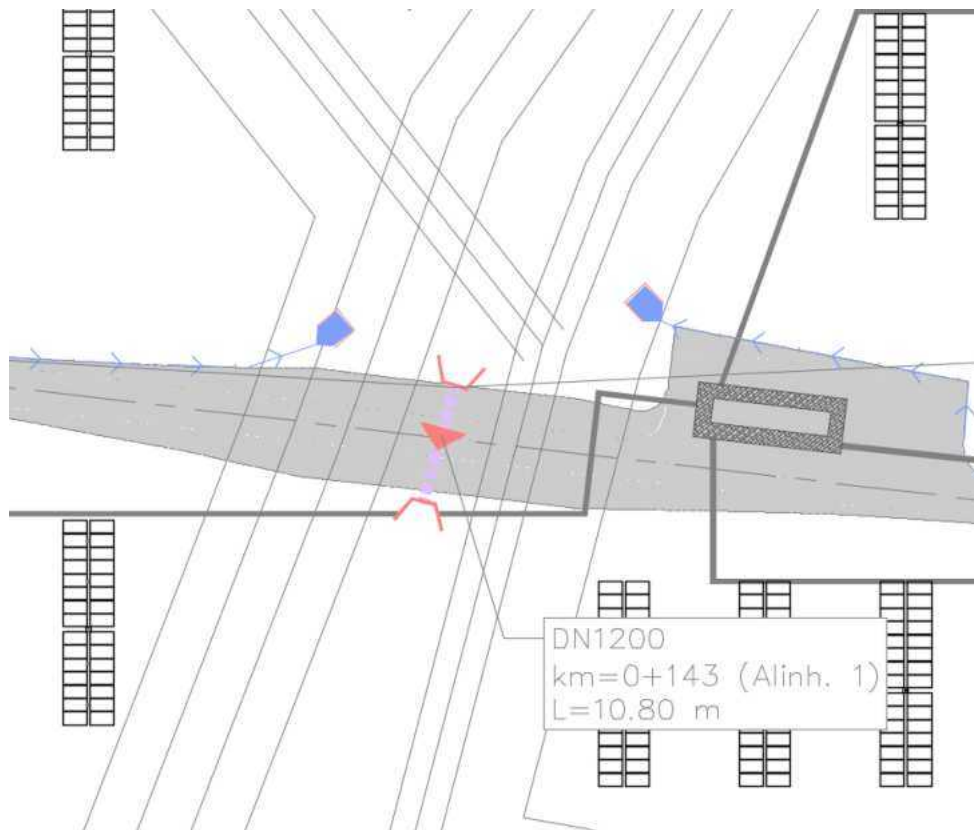
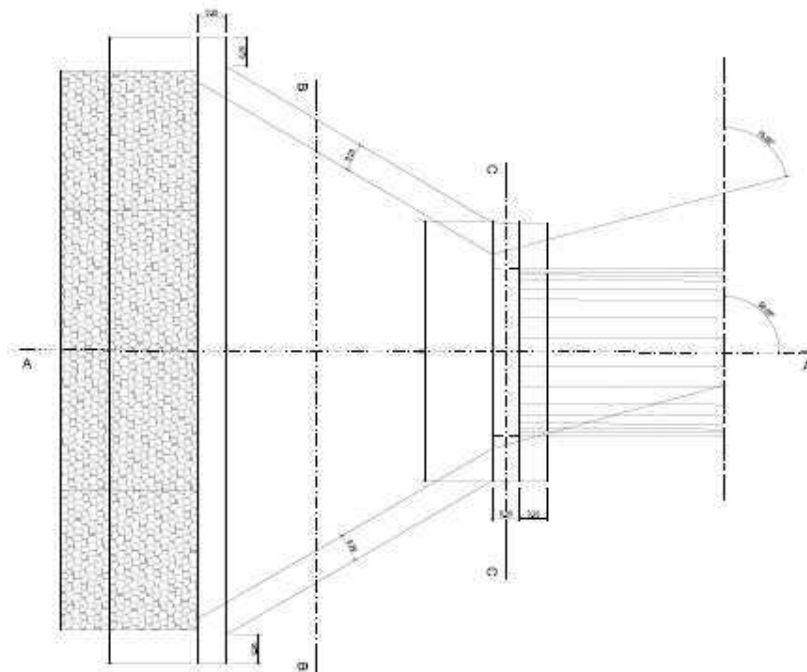

Figura 6: Implantação de dissipação de energia em torno da PH ao km 0+143 (Alinhamento 1)
Figura 7: Pormenor da descarga da passagem hidráulica com dissipação de energia
Como referido anteriormente, apenas uma linha de água atravessa as principais infraestruturas (vias, postos de transformação, etc.) do parque solar. A respetiva PH terá um diâmetro nominal (DN) de 1000 mm para um tempo de retorno de 100 anos e prevê-se que será constituída por uma estrutura pré-fabricada em betão armado. Na Figura 6 apresenta-se um pormenor do local de implantação da PH, bem como um exemplo da implantação da sua bacia de dissipação (Figura 7).